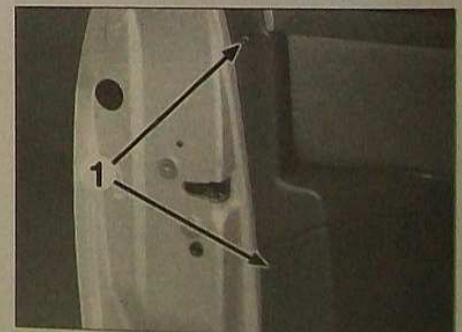

FIG. 20
Déposer les vis de fixation (1) (Fig.20).